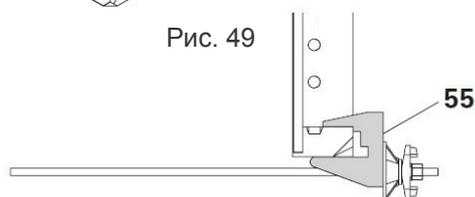

Рис. 48
- Ригель 85 (24) – 3 шт.;
- Торцевой тяж TS (25) с шарнирной гайкой-шайбой DW15 – 6 шт.;
- Подвеска тяжей АН (55) с комплектом зажимных деталей – 6 шт.
- (Рис. 48)